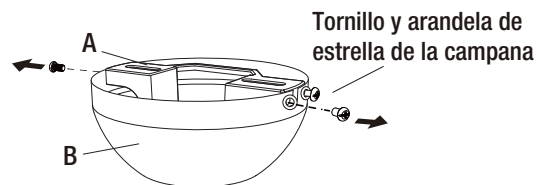

Figura 4
- Retire el soporte de montaje (A) de la campana (B) aflojándolos dos tornillos y las arandelas de estrella de la campana ubicados en las ranuras en forma de L. Retire los dos tornillos y las arandelas de estrella de la campana en los orificios redondos y guárdelos para el uso posterior. Esto le permitirá extraer el soporte de montaje (A). (Figura 4)